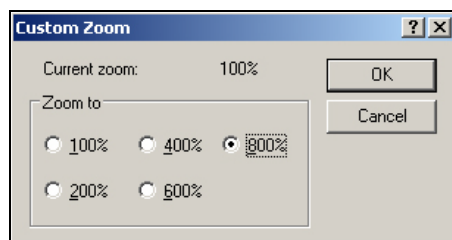

Figura 5-58: Zoom personalizado
- 2 Desplácese hasta *Ver > Zoom > Personalizado*. Aparecerá el cuadro de diálogo *Zoom personalizado* (consulte Figura 5-58 en la página 5-68).